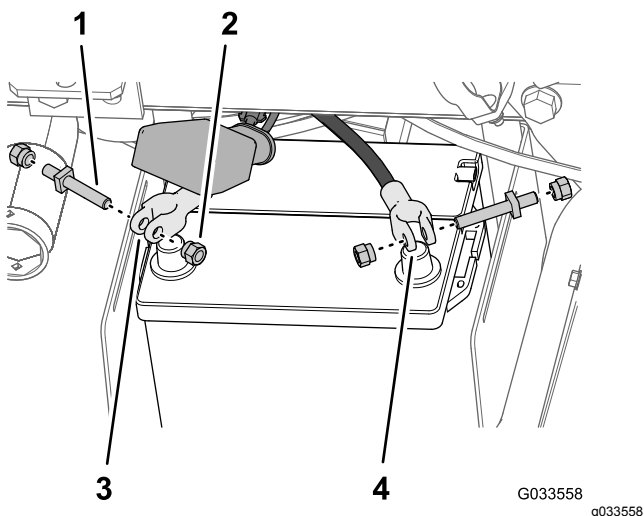

Figura 30
5. Ensamble provisionalmente un perno de terminal y una tuerca de abrazadera en las abrazaderas de los cables de batería positivo y negativo (Figura 30).